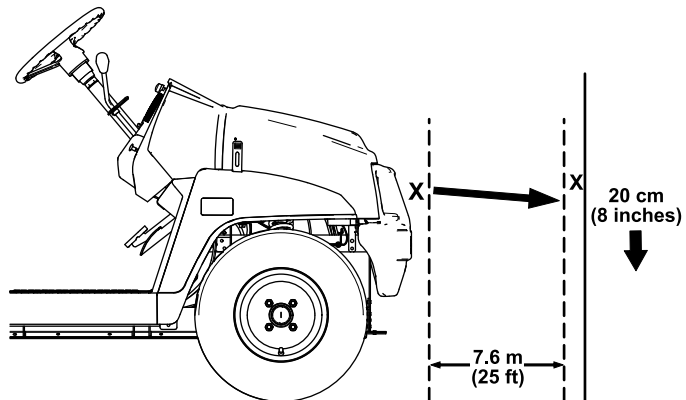

图 50
1. 将机器停在水平地面上大灯距离墙壁约 7.6m 图 50。
大灯光束最亮部分应在墙上标记下方 20cm 处 图 50。